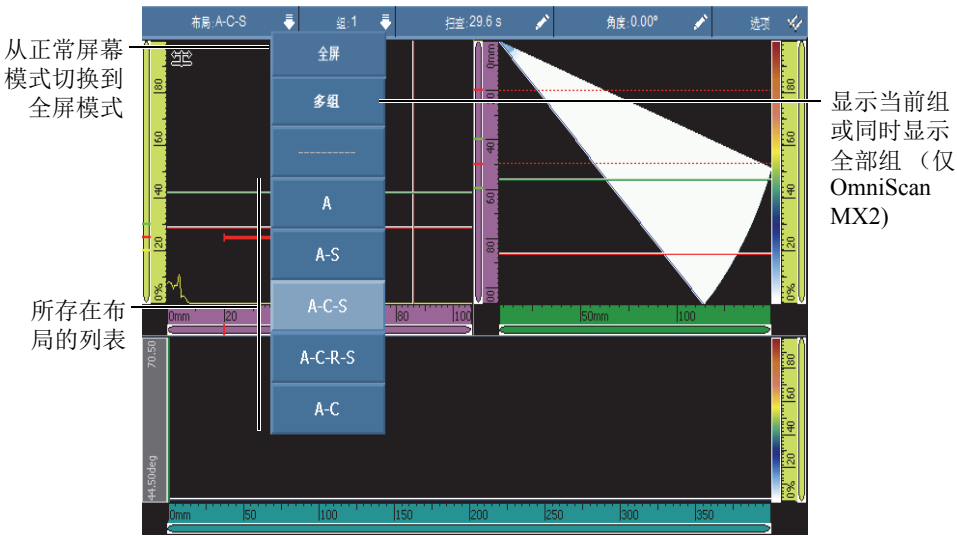

图 2-7 标题栏的快捷菜单
用户可以使用标题栏快捷菜单（参见第 38 页的图 2-7），进行以下操作：
1. 点击标题栏中的**组**区域（参见第 38 页的图 2-7）。
1. 点击标题栏中的**扫查**区域（参见第 38 页的图 2-7）。
1. 点击标题栏中的**步进**区域（参见第 38 页的图 2-7）。
3. 点击标题栏中的**角度 /VPA** 区域（参见第 38 页的图 2-7）。
1. 点击标题栏中的**选项**区域（参见第 38 页的图 2-7）。